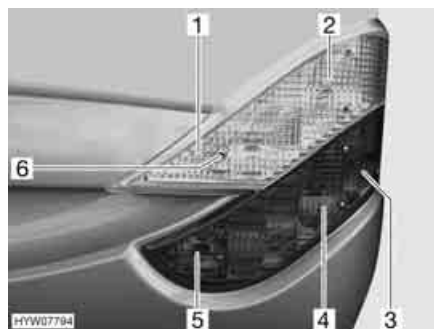

Fig. 238 Luci posteriori (lato anteriore)
- Svitare le sei viti ad esagono cavo (Fig. 238,6).